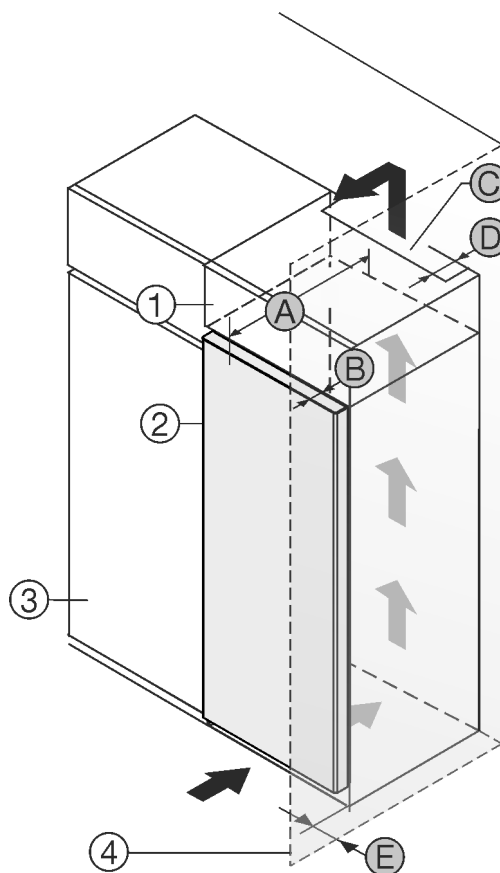

Fig. 1
Puteți amplasa aparatul direct lângă dulapul de bucătărie Fig. 1 (3)\*.
În partea din spate a dulapului suspendat trebuie să existe o fantă de aerisire cu grosimea Fig. 1 (D) pe toată lățimea dulapului suspendat.\*
Sub tavanul încăperii trebuie să fie respectată secțiunea de ventilație Fig. 1 (C)\*.
Atunci când montați aparatul cu balamalele lângă un perete Fig. 1 (4), distanța dintre aparat și perete trebuie să fie de minim 13 mm.\*
Astfel încât să puteți deschide complet ușa, aparatul trebuie să fie proeminent cu cel puțin adâncimea ușii Fig. 1 (B) față de suprafața frontală a dulapului de bucătărie. În funcție de adâncimea dulapurilor de bucătărie Fig. 1 (3) și utilizarea distanțierelor de perete, aparatul poate ieși mai mult în afară.\*